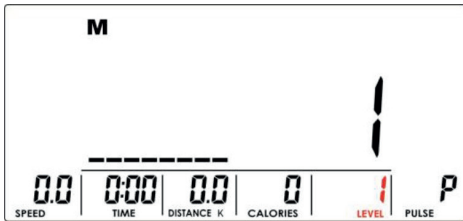

Abbildung 4
3. Verwenden Sie die UP / DOWN-Tasten, um den Lastpegel einzustellen (Abb. 4). Standardwert 1.